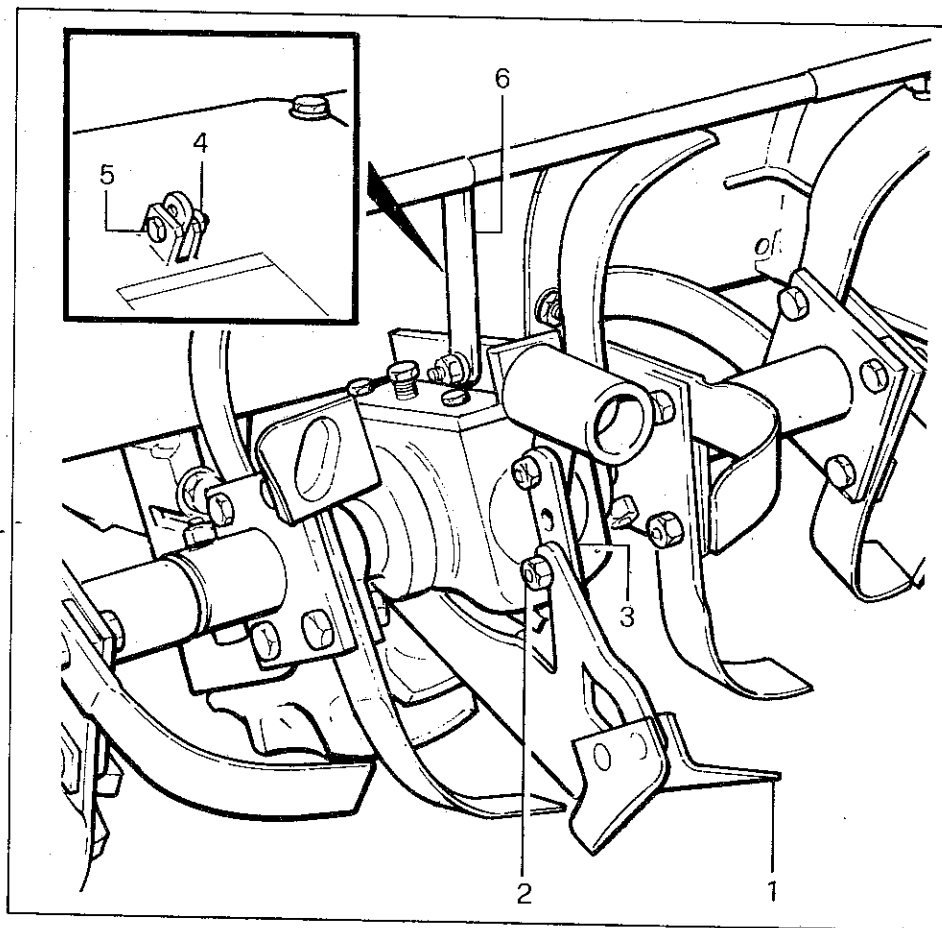

Fig. 22 - Bild 22
Per regolare la profondità di lavoro delle zappette occorre agire sull'inclinazione del vomerino centrale (vedere fig. 22, particolare 1).
The working depth of the hoes is adjustable through the lead angle of the central share (see fig. 22), item 1).
- **For depth be increased:** the share slant need be increased. This is done by taking out set screw (2) and moving up the guide rod until another hole is entered.
Caution — After varying the hoe-working depth, the hood distance from the soil should be adjusted. To do so, unloose nut (see fig. 22, item 4) and take out screw (5). Then move hood up or down until the side bottom edges will be 2 or 3 cm for from the ground (hoes should be in the hoeing position). Secure the hood again by screw (5) and nut (4) which will be fitted into a matching hole in the hood support guide rod (6).
Pour régler la profondeur de travail des binettes, il y aura lieu d'agir sur l'inclinaison du soc central (fig. 22, rep. 1).
- **Pour augmenter la profondeur** il y aura lieu d'augmenter la pente du soc, se qui se fait en enlevant la vis de fixation (2) et en poussant vers le haut le tige perforée (3) de réglage jusqu'à ce que l'orifice suivant soit engagé.
Attention — Après avoir modifié la profondeur de travail des binettes, il faut régler la distance du capot par rapport au sol. Desserrer l'écrou, sortir la vis (5) (figure 22, repère 4) et lever ou baisser le capot jusqu'à ce que les bords latéraux inférieurs se trouvent à 2 ou 3 cm du sol (binettes en position de travail). Bloquer le capot au moyen de la vis (5) et de l'écrou (4) qui sera introduit dans le trou correspondant de la tige de réglage et de support du capot (6).
Zur Einstellung der Arbeitstiefe der Hacken muss man auf die Neigung der Zentralschar wirken (siehe Bild 22, Detail 1).
Die Mutter (Bild 22, Detail 4) lösen und die Schraube (5) entfernen. Die Haube heben oder senken bis ihre seitlichen unteren Bordkanten 2-3 cm über dem Boden stehen (die Hacken müssen in Hackenstellung sein). Die Haube wieder durch Einführen der Schraube (5) mit der Mutter (4) im betreffenden Loch der Regel- und Stützstange (6) blockieren.